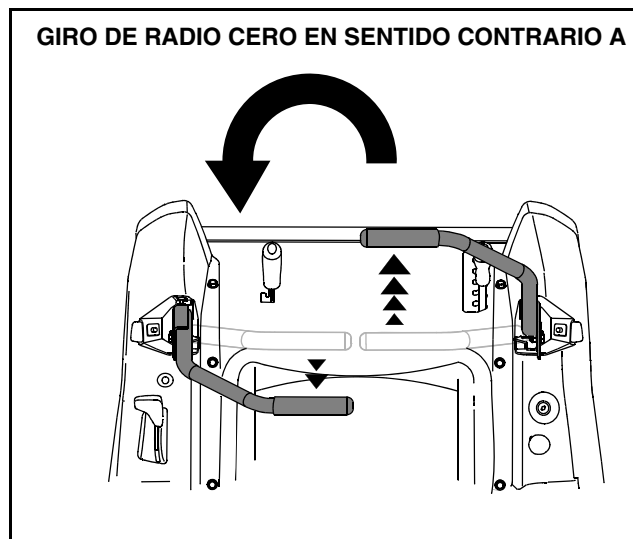

Figura 19
- Para girar en sentido contrario a las agujas del reloj, mueva la palanca de control del lado derecho hacia adelante mientras mueve simultáneamente la palanca de control izquierda hacia atrás. Vea Figura 19.